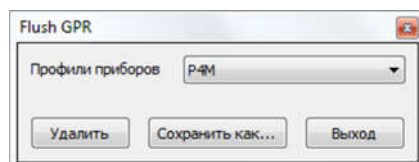

Рисунок 2.107 – Окно утилиты «FlushGPR»
2.3.2.10.4 Утилита «FlushGPR.exe», находящаяся в директории с установленной программой, позволяет удалять или экспортировать текущие настройки ПО «Graphit P4M» в случае сбоя в процессе его загрузки (рисунок 2.107).